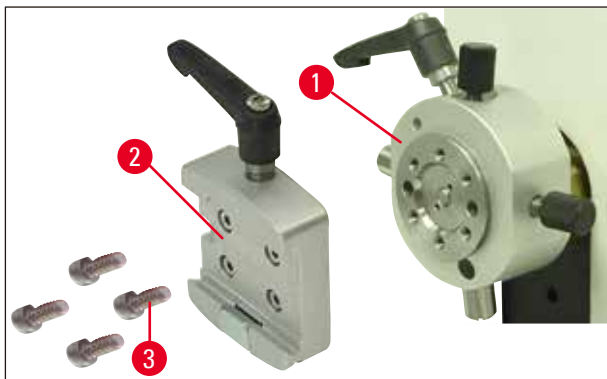

Bild 9
2. Ta sedan bort sinkhylsan (→ Bild 9-2) från preparathållarfixturen (→ Bild 9). Det gör du genom att lossa de fyra skruvarna (→ Bild 9-3) med hjälp av en insexnyckel med handtag nr 3 (→ Bild 10-1).